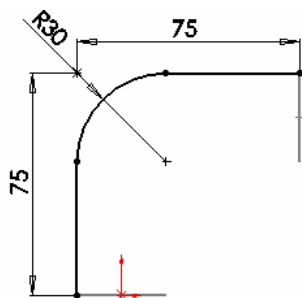

图 4-100 绘制的草图
⑨ 圆角草图。选择菜单栏中的“工具”→“草图工具”→“圆角”命令，将两直线的交点处圆角为半径为30的圆角，结果如图4-100所示，然后退出草图绘制状态。